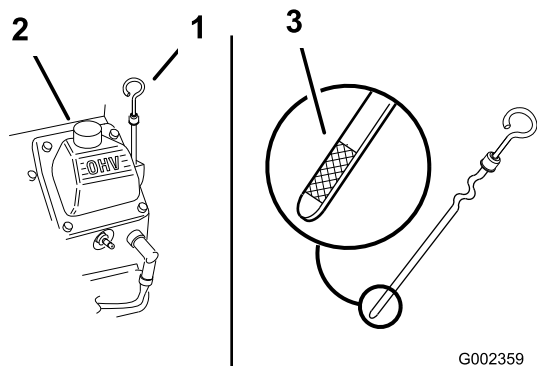

Figure 19
3. Nettoyez la surface autour de la jauge d'huile (Figure 19) pour éviter que des impuretés tombent dans l'orifice et endommagent le moteur.
4. Dévissez la jauge d'huile et essuyez soigneusement son extrémité (Figure 19).
5. Remettez la jauge au fond du tube de remplissage, mais sans la visser (Figure 19).
6. Versez avec précaution environ 80 % de la quantité d'huile spécifiée dans le goulot de remplissage (Figure 19).